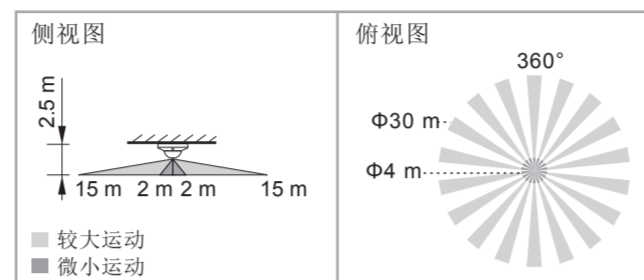

图 2
3.1.1 感应器可以安装在 2 - 3 m 高的位置, 建议安装到 2.5 m 的高度以便取得最佳感应模式, 感应范围可达到直径 30 m、360° 感应角度 (见图 2)。